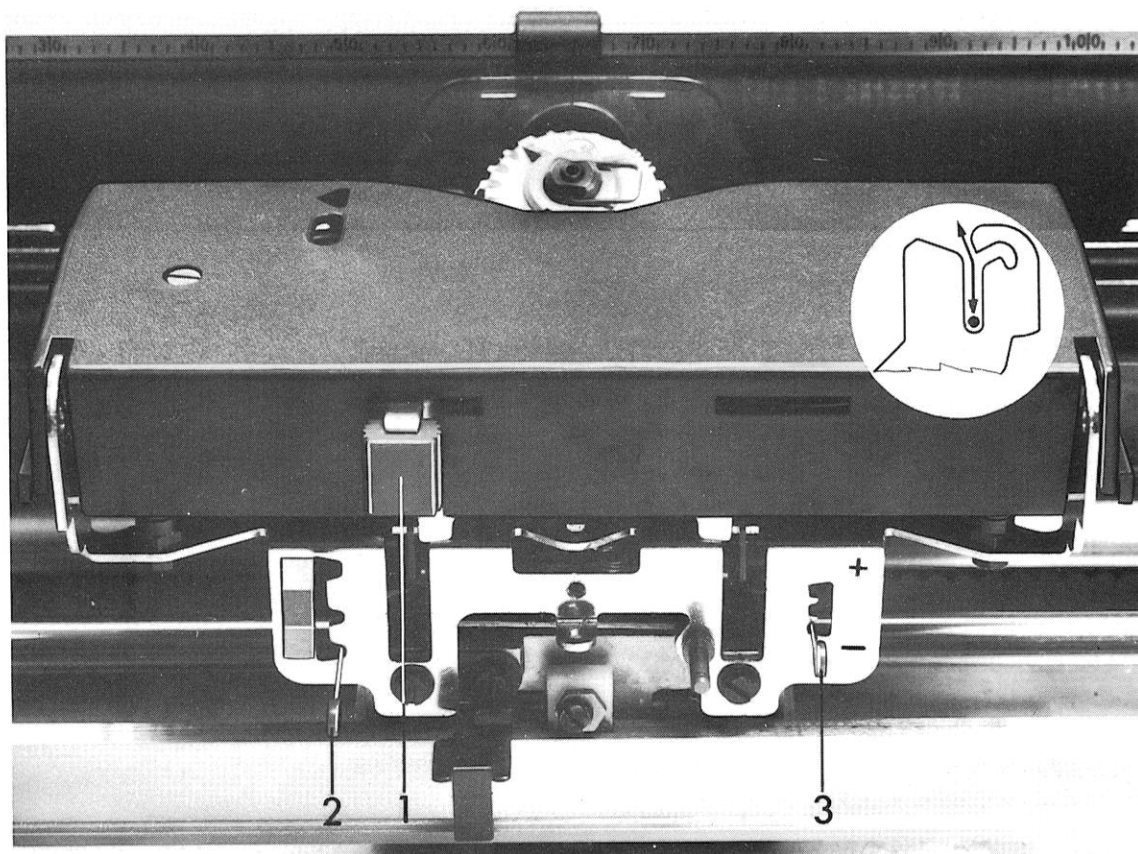

Abb. 10 Farbbandträger-Einrichtung
Den roten Verriegelungshebel 1) Abb. 10 nach rechts stellen und die Einrichtung mit beiden Händen nach oben herausnehmen.
Beim Aufsetzen müssen zuerst die Führungszapfen in die Schlitze nach unten eingeführt werden, siehe Skizze in Abb. 10, danach die Einrichtung gleichmäßig aufsetzen (Schreibstellung).
6.3.2 Farbbandzoneneinsteller 2) (Abb. 10)
Im Zusammenwirken mit dem Prellabstandeinsteller wird bei unterschiedlich starken Papiersätzen ein optimaler Schriftabdruck für Original und Durchschläge erreicht. Mit dem Typenaufschlageinsteller 3) Abb. 10 ist die Anschlagstärke einstellbar.